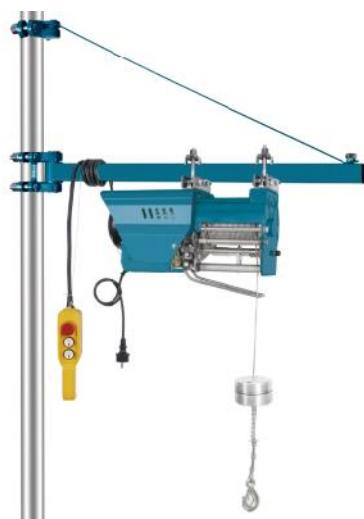

Рис.2
2. Для установки устройства BLDN используется новый механизм фиксации пряжки подвески. Повесьте пряжку прямо на балку и законтрите гайку. Размер установленной опорной балки должен соответствовать размеру пряжки. В случае круглой трубной балки можно использовать круглую трубчатую пряжку, предоставленную производителем (рекомендуется использовать круглую трубку с наружным диаметром Ø48 мм и сплошной стенкой для опорной колонны). Если возможно, выберите шероховатую поверхность, а не окрашенную или гладкую поверхность для увеличения адгезии. В любом случае должна быть обеспечена вертикальность и жесткость Ø48 трубки. При необходимости монтажа канатного подъемника по методике, показанной на (Рис.2), опорная колонна должна быть установлена на соответствующем месте работ в соответствии с требованиями пользователя. Опорная колонна должна иметь диаметр Ø48 мм с прочной настенной опорой и должна устанавливаться в устойчивом положении и выдерживать номинальный несущий вес в течение длительного времени. Соответствующий кронштейн подъемника должен быть надежно установлен. (Как показано на Рис. 2)